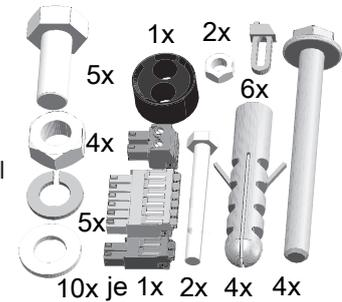

Abb. 8: Montagesatz
- 2x Sicherungsschraube mit Mutter, 6x Kabelbinder. [Siehe Abbildung 8 [▶ Seite 15]